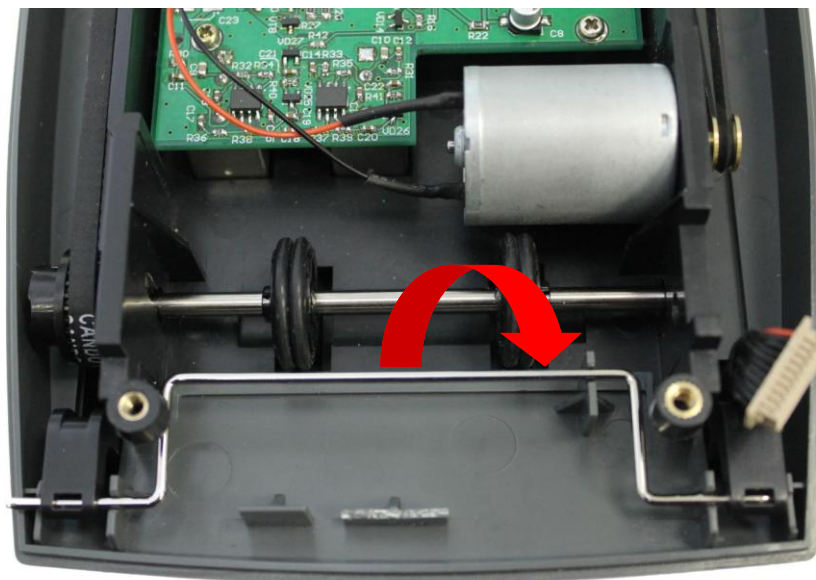

Рис. 8.4
- ось вывести из-за бонок (см. рис.8.4, 8.5);